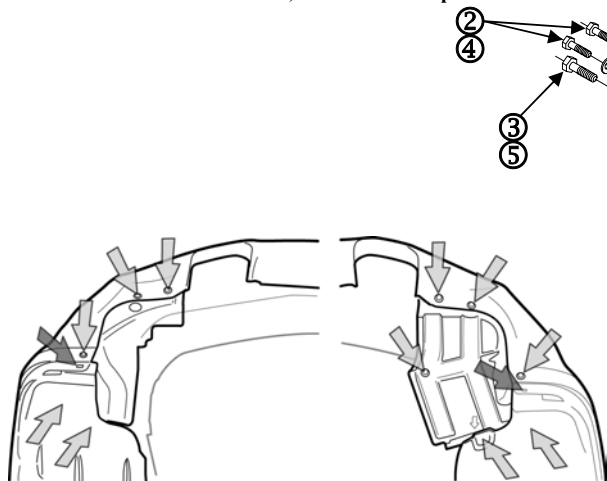

Figure 3
- Pour accéder aux longerons de châssis, retirer les panneaux décoratifs de chaque côté en ôtant les goupilles-poussoir et les boulons M6, comme illustré à la **figure 3**. Remettre les panneaux et les fixations au propriétaire du véhicule.
- Retirer le crochet d'arrimage du longeron côté conducteur en ôtant quatre (4) fixations M10. Remettre le crochet et les fixations au propriétaire du véhicule.
- Côté passager, ôter deux (2) boulons hex. M8 du rebord inférieur à l'extrémité du longeron (situés juste à l'arrière du support d'échappement), comme illustré, puis mettre au rebut.